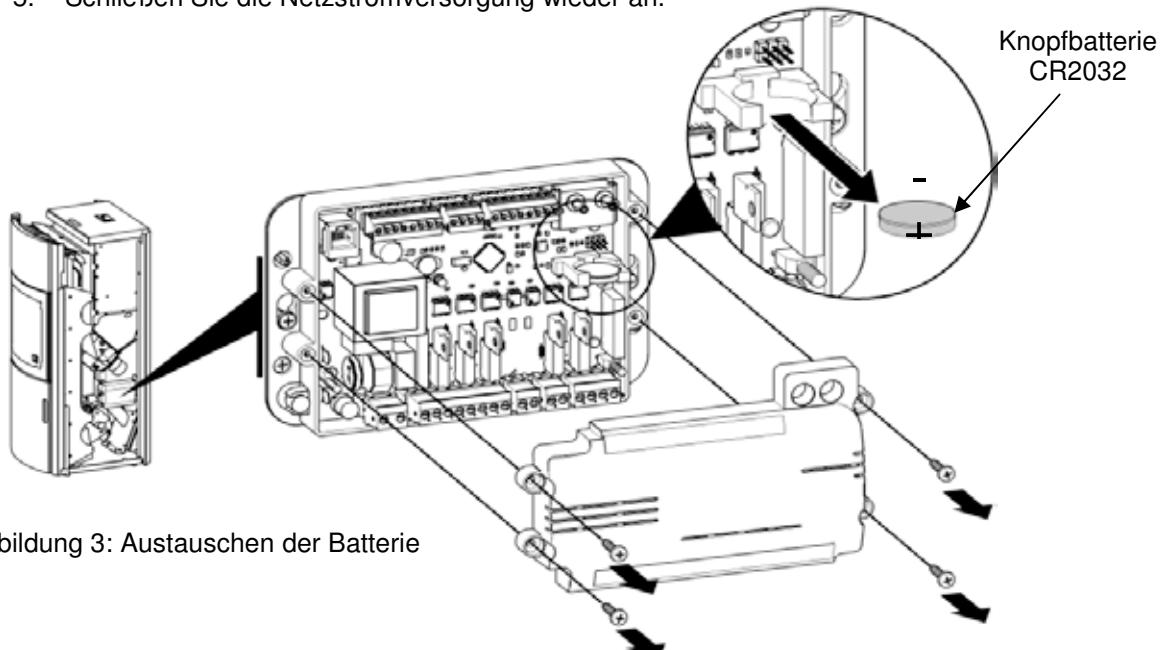

Abbildung 3: Austauschen der Batterie
2. Die Batterie befindet sich auf der Leiterplatte (siehe Abbildung 3). Dazu ist zunächst die Seitenverkleidung zu entfernen (siehe 13.1).
4. Setzen Sie die neue Batterie unter Beachtung der richtigen Polung ein (siehe Abbildung 3).